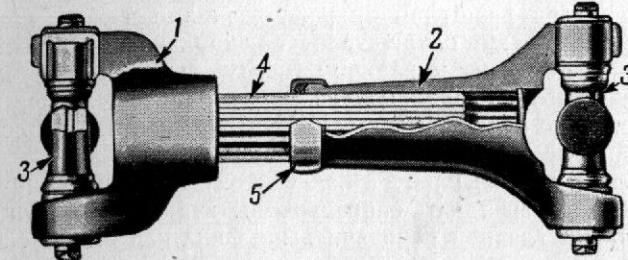

Рис. 10. Карданный вал:
**Карданныя передача.** Передача вращения от коробки перемены передач к раздаточной коробке производится карданным валом (рис. 10). Карданный вал